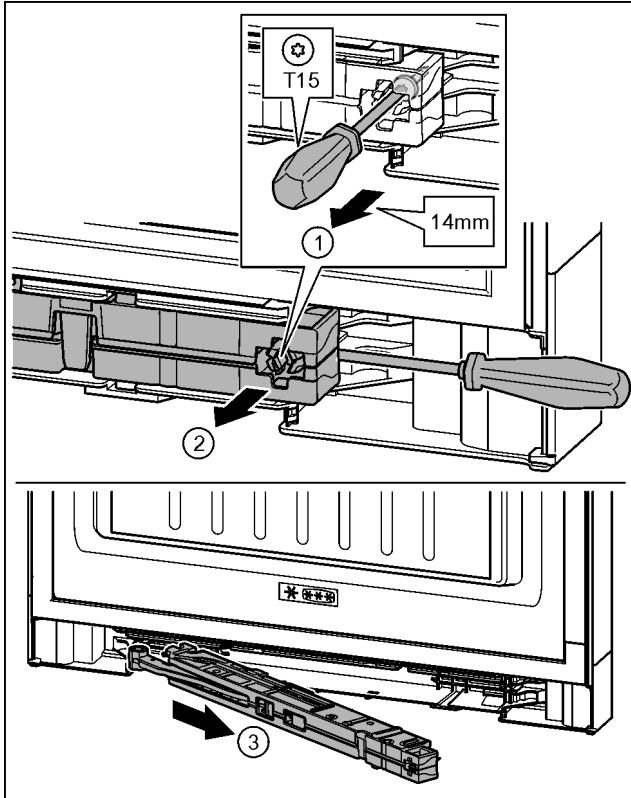

Fig. 17
- Suelte el tornillo en la unidad de amortiguador de cierre aprox. 14 mm con el destornillador T15. *Fig. 17 (1)*
- Desplácelo con un destornillador por el lado del tirador detrás de la unidad de amortiguador de cierre. Gire hacia delante la unidad. *Fig. 17 (2)*
- Extraiga la unidad. *Fig. 17 (3)*